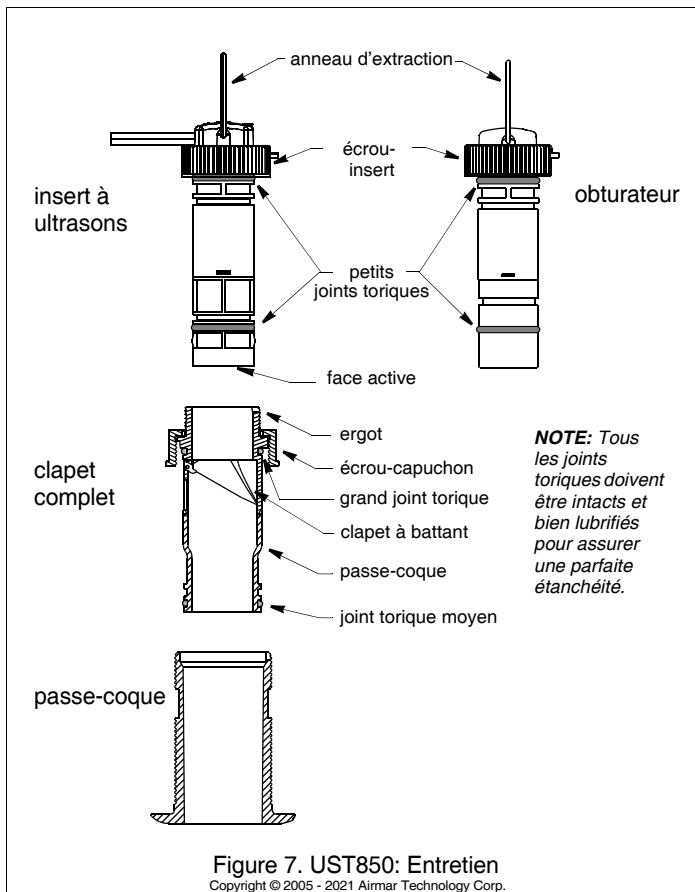

Figure 7. UST850: Entretien
1. Placez l'écrou-*insert* sur le haut de l'obturateur (figure 7). Accrochez l'anneau d'extraction à l'obturateur afin d'emprisonner l'écrou-*insert*.
3. Dévissez l'écrou-*insert*. **N'enlevez pas l'écrou-capuchon.** Tirez lentement sur l'anneau d'extraction pour extraire l'insert à ultrasons en douceur (figure 7).
4. Pour libérer l'écrou-capuchon, extrayez l'insert à ultrasons ou l'obturateur de le clapet complet en dévissant l'écrou-insert (figure 7). Extrayez l'insert à ultrasons ou l'obturateur en les levant lentement par l'anneau d'extraction.
6. Nettoyez, réparez ou remplacez le clapet complet de sorte que le clapet à battant se referme librement et s'appuie contre le logement du clapet (figure 7).